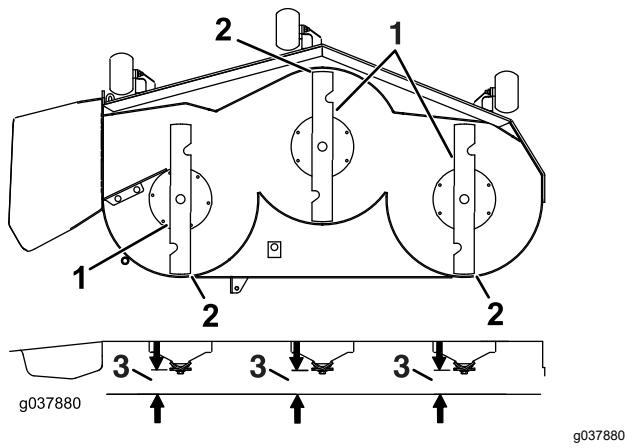

Figura 91
7. Compruebe el nivel longitudinal de la cuchilla (Figura 91). Asegúrese de que la punta de la cuchilla delantera está más abajo que la punta de la cuchilla trasera, como se muestra en Altura de bloque y soporte. Si se requieren ajustes, siga con este procedimiento.